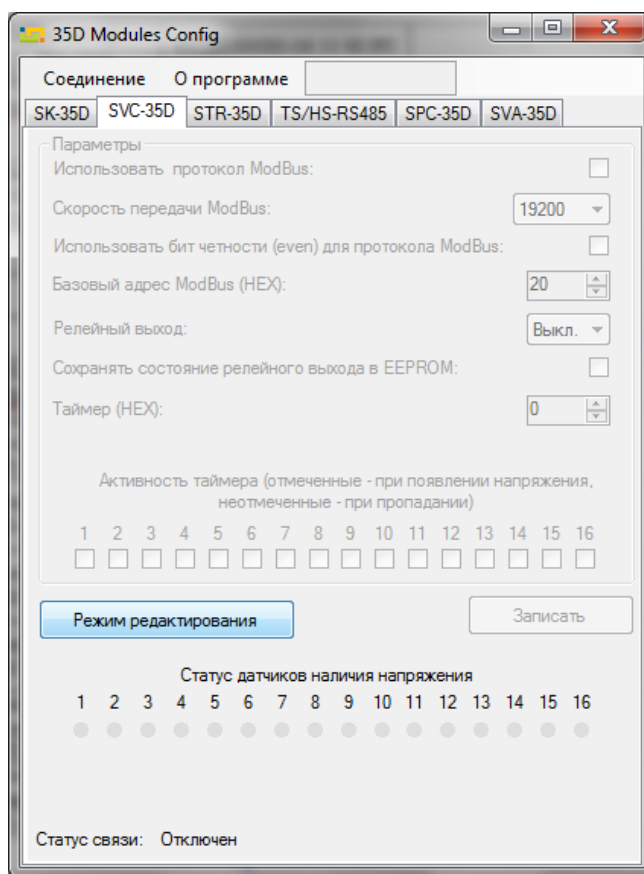

Рисунок 3 – Внешний вид окна ПО 35D_config.exe
- в открывшемся окне (см. рисунок 3) перейдите на вкладку SVC-35D;
ВНИМАНИЕ! В течение 3-х секунд после подачи питания на вход, модуль работает по протоколу IM, не зависимо от того, разрешена работа по протоколу ModBus RTU или запрещена (пункт “Использовать протокол ModBus” (см. рисунок 3)).